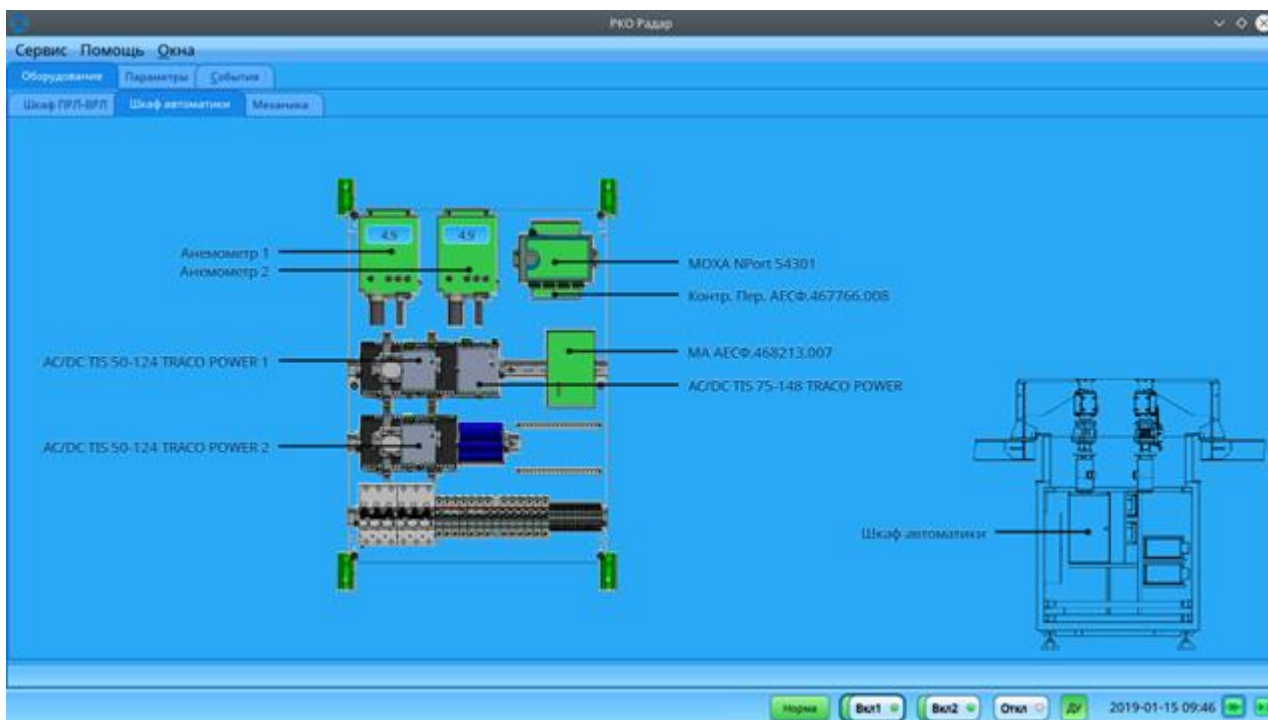

Рисунок 7. Вид вкладки "Шкаф автоматики"
3.2.1.4 Состояния устройств шкафа автоматики отображаются на вкладке «Шкаф автоматики» (рисунок 7).